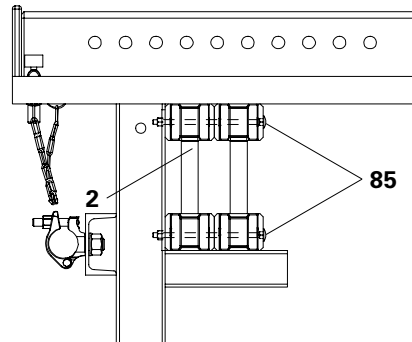

Fig. A1.11
- F. H. Bolt DIN 603 M8 x 180, MU (85)
- 2x Lattice Girder GT 24 (2) (Fig. A1.11)